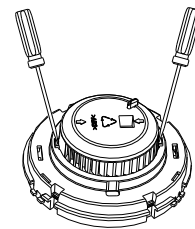

图 6 迷宫体拆取示意图
- a) 打开探测器上盖，按图 6 所示，用一字螺丝刀依次轻撬迷宫体两侧后，取下迷宫体；